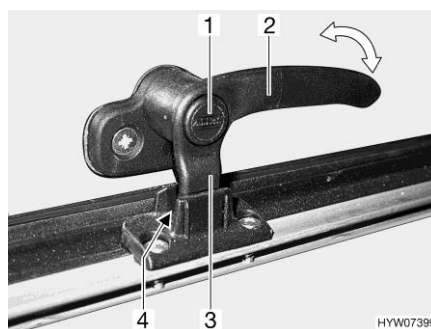
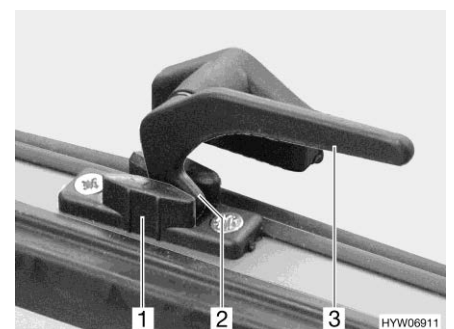

Fig. 113 Leva di serraggio con bottone di sicurezza in posizione "Aerazione continua"
Fig. 114 Leva di serraggio in posizione "Aerazione continua"
- In posizione di "Aerazione continua" (Fig. 113 e Fig. 114)
- Se presente, premere e tenere premuto il bottone di sicurezza (Fig. 113,1).
- Ruotare la leva di serraggio (Fig. 113,2 o Fig. 114,3) di un quarto di giro verso il centro della finestra.
- Girare nuovamente all'indietro la leva di serraggio. Riportare contemporaneamente il nasello di chiusura (Fig. 113,3 o Fig. 114,2) della leva di serraggio nella rientranza della chiusura della finestra (Fig. 113,4 o Fig. 114,1).
- Se presente, rilasciare il bottone di sicurezza (Fig. 113,1).